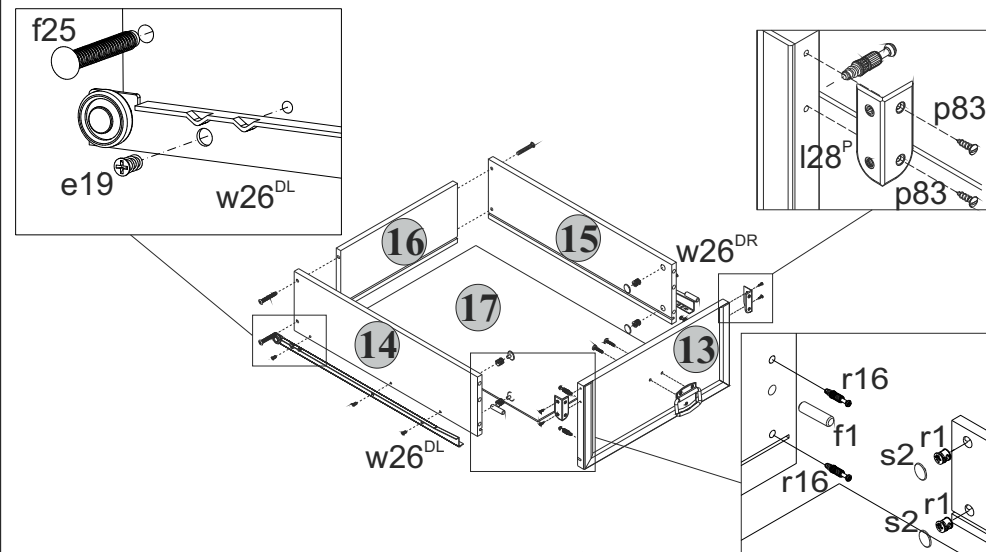

Рис. 3
5.26 Соединить панели передние 13 с корпусами ящиков выдвжных и затянуть стяжки эксцентрикивые r1, пользуясь специальным ключом z1. Закрыть стяжки эксцентрикивые заглушками s2 (см.рис.3).
5.22 В отверстия диаметром **8 мм** на передних кромках стенок боковых **14** и **15** корпусов выдвижных ящиков вбить деревянные шканты **f1** (**см.рис.3**).
5.23 В отверстия диаметром **15 мм** на внутренних поверхностях стенок боковых **14** и **15** корпусов выдвижных ящиков вставить стяжки эксцентриковые **r1** (**см.рис.3**).
5.24 В отверстия диаметром **5 мм** на внутренних поверхностях панелей передних **13** ящиков выдвижных с помощью крестообразной отвертки вкрутить винты стяжки **r16** (**см.рис.3**).